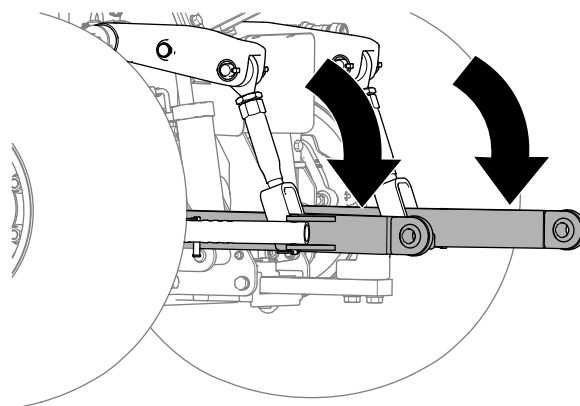

Figure 14
- Abaissez les bras d'attelage inférieurs du groupe de déplacement (Figure 14).